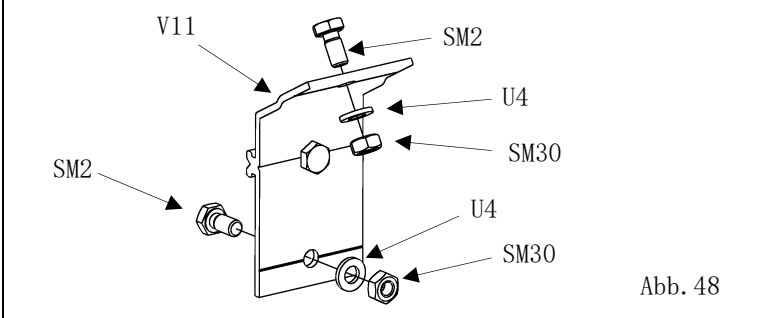

Abb. 48
- die je 2x Sprossenverbindungen (Rinne) (Pos. V11) werden mit entsprechenden Verschraubungen bestückt. (Abb. 48)